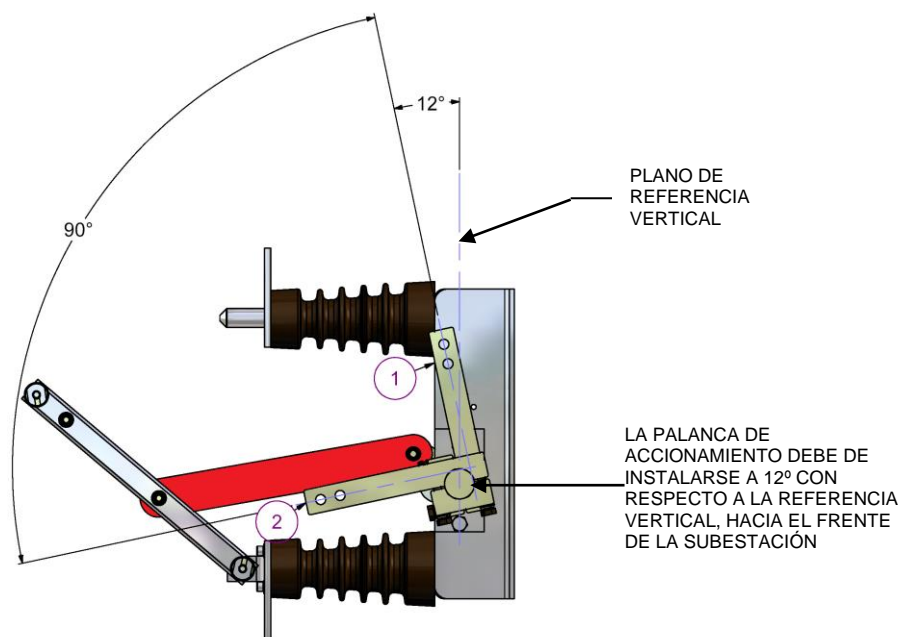

Figura 3
- 4.7. En cualquier opción de mando (derecho o izquierdo) instalar la palanca de accionamiento conservando un ángulo de 12° con respecto a la vertical (Figura 3), manteniendo un movimiento de giro de 90° en operación de apertura y cierre.